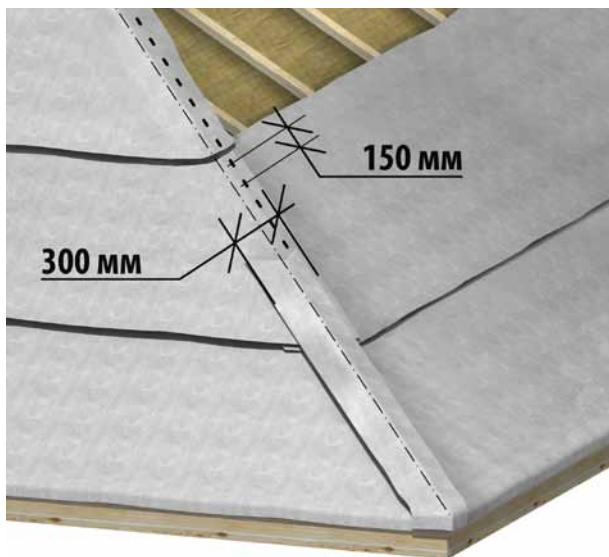

Рис. 9
■ **ребром**, то пленку с двух скатов доведите до ребра и закрепите строительным степлером с шагом 15 см. Затем, вдоль ребра укладывается полоса из пленки шириной не менее 30 см. Фиксация пленки производится по длинным краям полотна специальной клейкой лентой (рис. 9).